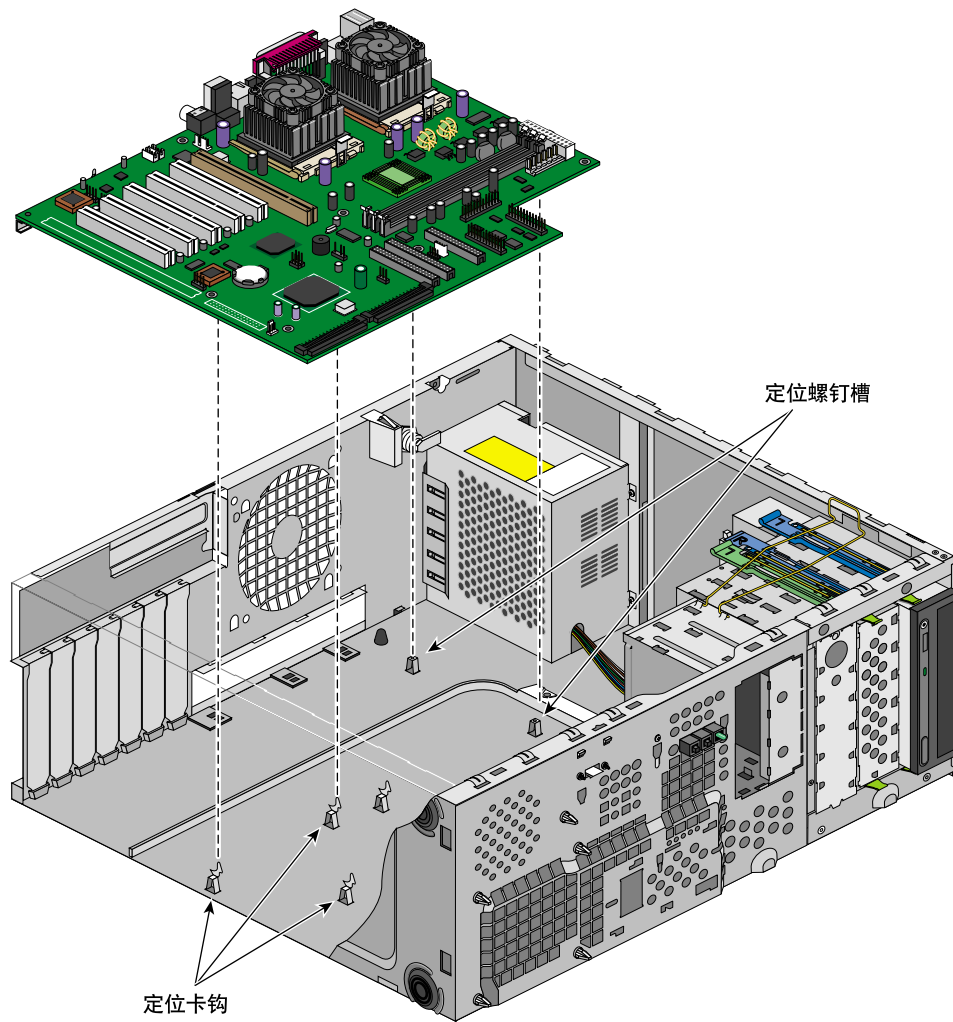

图 2-24 将系统板放在定位卡钩上
4. 系统板放置后，定位卡钩须插到系统板上相应的孔中。有关此过程的示意图，参见图 2-24。